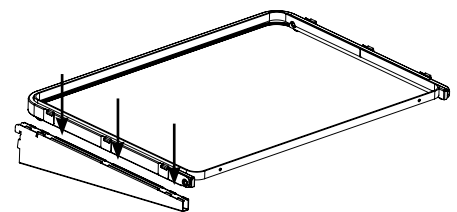

Figure 2
ÉTAPE 4: Installez le cadre en introduisant les six taquets de la tablette dans les insertions sur les supports à tablette (**Figure 2**).